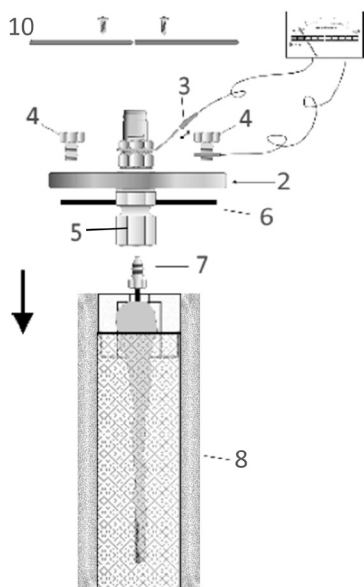

Bild 2
3. Kontaktschuh (3) von der Steckzunge abziehen (Bild 2)
4. Schrauben (4) (SW17) entfernen (Bild 2)
5. Restliche Flansch-Schrauben (4) (7 x) entfernen
7. Isolierschraube (5) mit Gabelschlüssel SW 17 fixieren (Bild 2)
8. Anoden-Konus-Schraube (7) mit Gabelschlüssel SW 10 lösen und abschrauben (Bild 2)